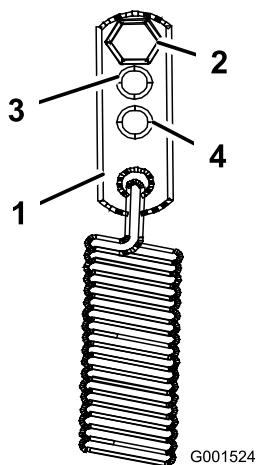

Figure 44
3. Pour des conditions de conduite plus difficiles, déplacez les ancrages de ressort aux positions service moyen ou lourd (Figure 44). Les ancrages de ressort sont fixés au coin arrière supérieur des protections de la transmission hydraulique sur les côtés gauche et droit de la machine.
Le levier du frein de stationnement est situé sur le côté droit de la machine (Figure 44). Si le frein de stationnement ne reste pas serré correctement, réglez-le.